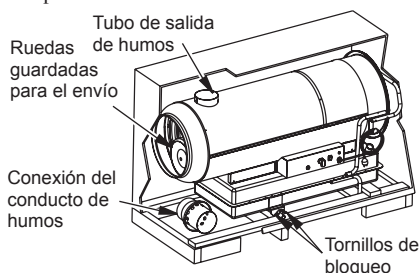

Figura 2. Retiro del modelo 280-IF de la caja
4. Destornille los tornillos de bloqueo de la barra de bloqueo del cubo (consulte la figura 2).